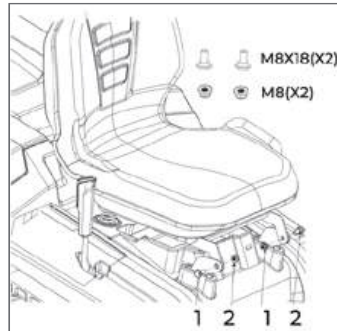

Рис. 4
6.3 Установка сиденья (рис. 4)
- Используйте болт (рис. 4, поз. 1) и гайку (рис. 4, поз. 2), чтобы зафиксировать сиденье на машине (используйте шестигранный ключ из комплектующих инструментов).